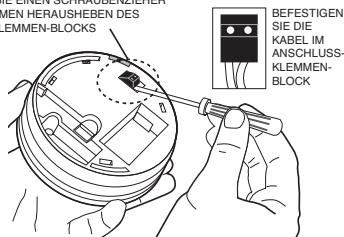

Abbildung 10b
4. Heben Sie den Anschlussklemmenblock mit einem kleinen Schraubendreher vertikal heraus (siehe Abbildung 10b).
5. Schrauben Sie die beiden Kabeladern im Anschlussklemmenblock fest (siehe Abbildung 10b). Drücken Sie den Anschlussklemmenblock anschließend vorsichtig zurück auf die beiden Sockelstifte.